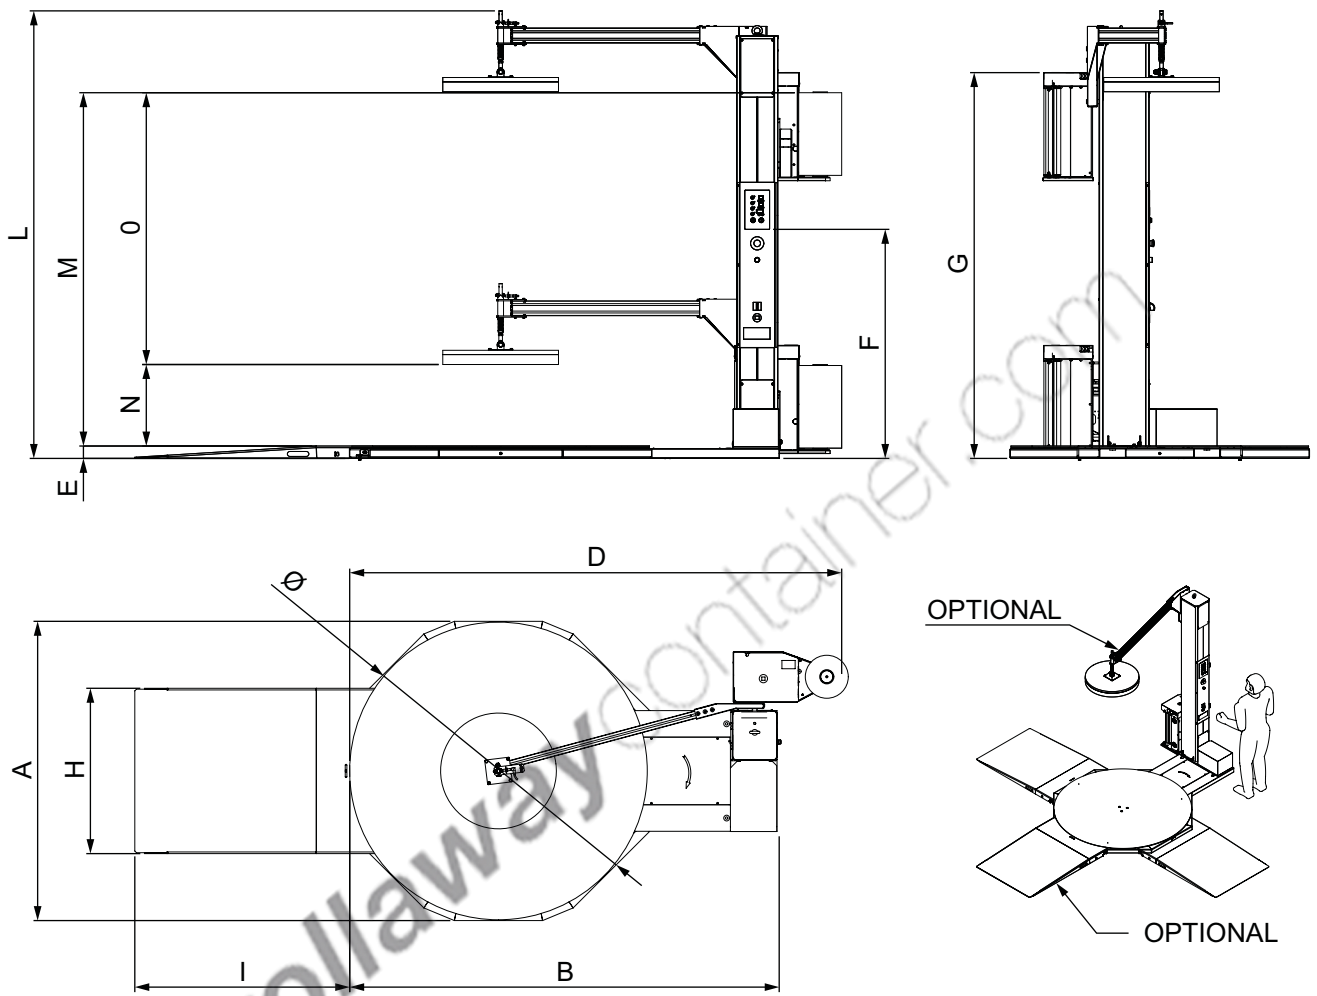

Fig. 31
- Abmessungen Siehe Fig. 31 - seite 51